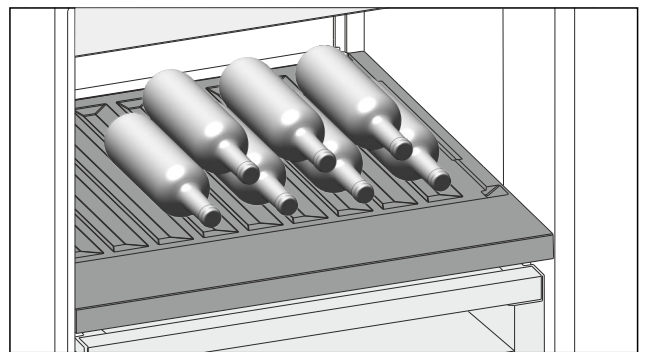

Fig. 150 Immagine a titolo di esempio
- ▷ Inserire le bottiglie con il fondo rivolto verso la parte posteriore. (vedere Fig. 150)